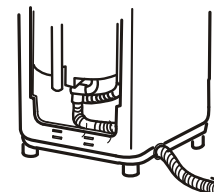

图3
- 3、将排水管从底座另一侧安装孔伸出，用排水架将排水管固定在底座上，并拧紧螺钉，然后将排水管挂钩套在排水管上，再将排水管挂在箱体的排水管挂孔上。（如图3所示）